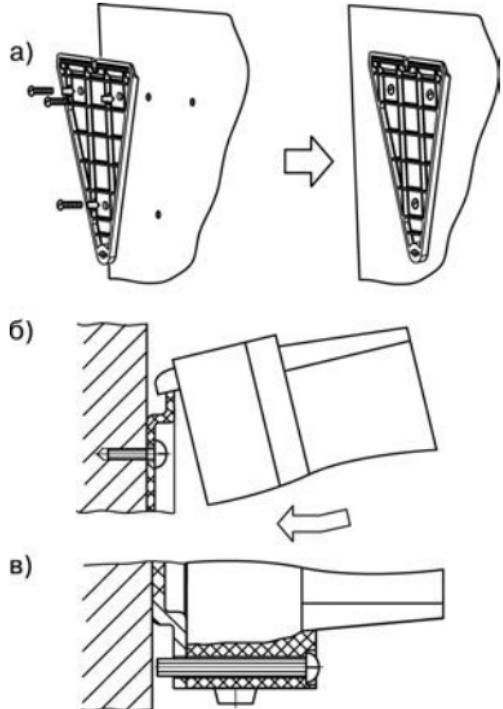

Рисунок 5.1 - Монтаж прибора
1. Закрепить кронштейн тремя винтами M4 × 20 на поверхности, предназначенной для установки прибора (см. Приложение А и рисунок 5.1, а).
2. Зацепить крепежный уголок на задней стенке прибора за верхнюю кромку кронштейна (рисунок 5.1, б)
3. Прикрепить прибор к кронштейну винтом M4 × 35 из комплекта поставки (рисунок 5.1, в).